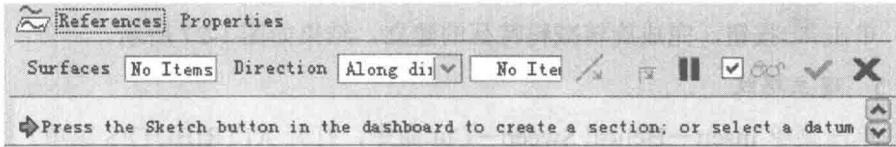

图 1-31
- (1) 单击菜单 Edit→Project 命令，打开投影特征面板，如图 1-31 所示。